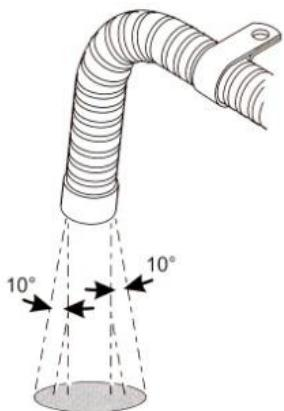

Рис. 23
4.6.6 В процессе работы печки выхлопная труба нагревается до высокой температуры. При установке убедитесь, что она проходит достаточно далеко от пластиковых частей или других частей корпуса транспортного средства обладающих небольшим тепловым сопротивлением. Выхлопная труба должна быть тщательно закреплена. Выхлопная труба должна быть расположена перпендикулярно поверхности дороги под углом  $90^\circ \pm 10^\circ$ . Для того чтобы гарантировать такой угол фиксирующий зажим должен располагаться на расстоянии 150 мм от конца трубы (Рис. 23).